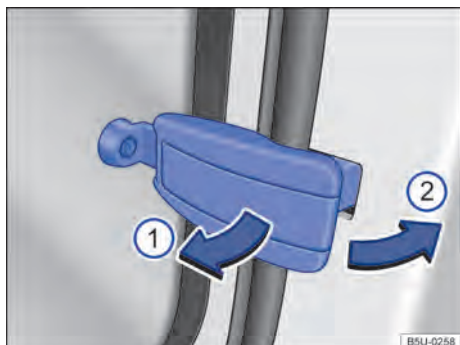

Fig. 55 Fechar o vidro basculante traseiro.
- Puxar a alavanca de travamento no sentido da seta → Fig. 55 ① para dentro.
- Pressionar a alavanca de travamento no sentido da seta → Fig. 55 ② para trás, até que ela se trave e o vidro esteja fechado.